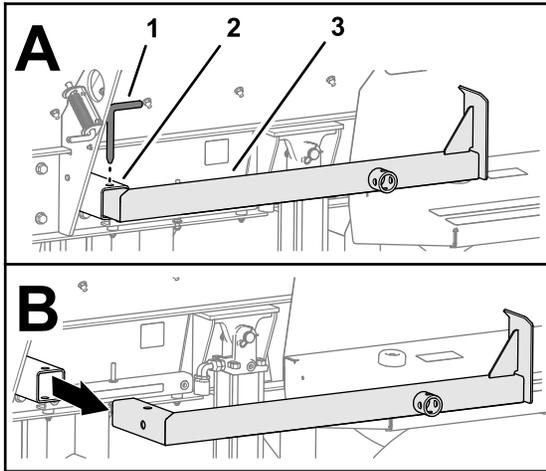

图 22
4. 从后千斤顶支柱卸下千斤顶支柱销然后从支柱管卸下千斤顶支柱图 22。